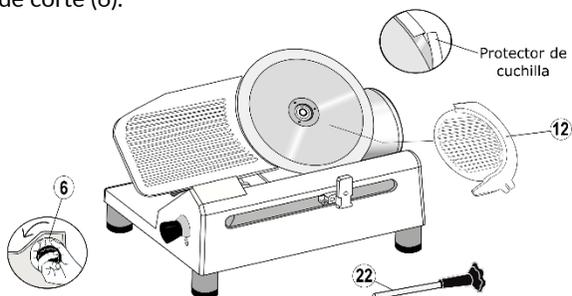

FIG 1. CÓMO QUITAR PROTECTOR DEL DISCO DE-CUCILLA
- C. Saque el ensamble de carro. Haga lo mismo con el ensamble de la base (10) levantándolo con la ayuda de otra persona.
- E. Retire el protector plástico de la orilla de la cuchilla o disco (5) siguiendo las siguientes instrucciones (**Ver Fig. 1**):